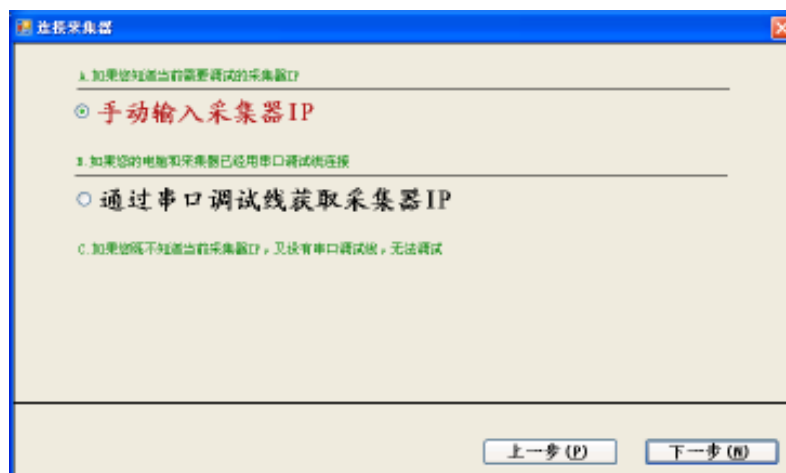

图4-5 选择“手动输入采集器 IP”
3. 在图 4-4 所示窗口中选择“连接采集器”，单击下一步 (N)，出现图 4-5 所示窗口。